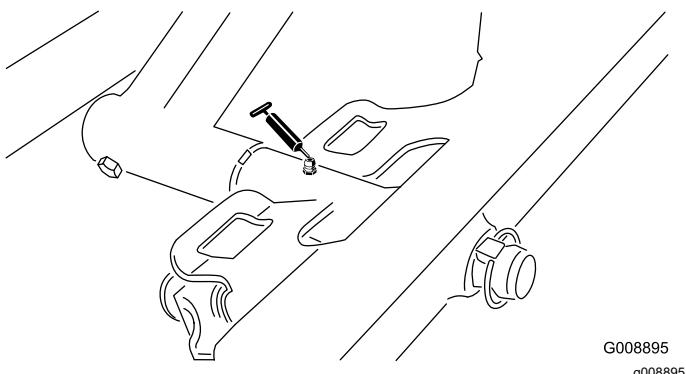

Figure 46
- Pivot d'unité de coupe avant (Figure 46)